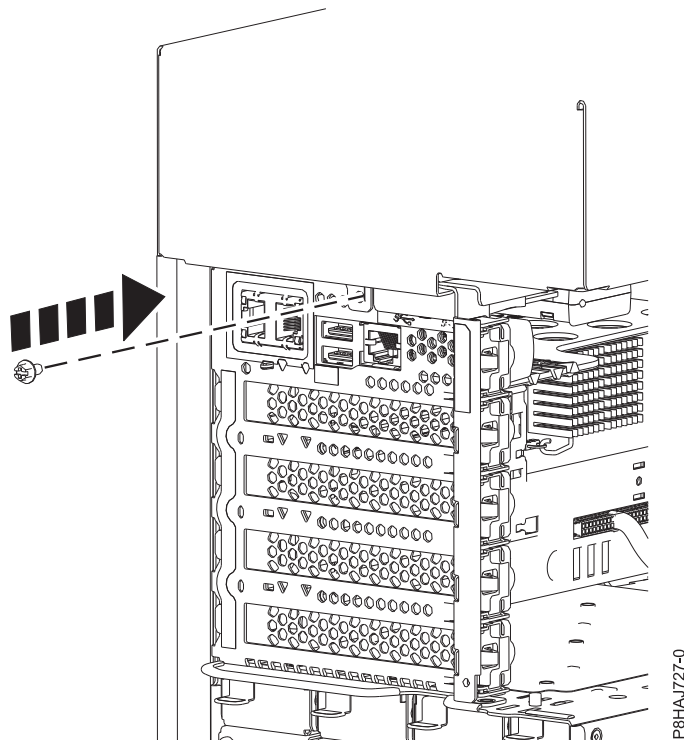

Figure 62. Installation de la vis capot latéral du 8286-41A
5. Installez la vis arrière du capot latéral à l'aide d'un tournevis cruciforme, comme illustré figure 62, à la page 75.